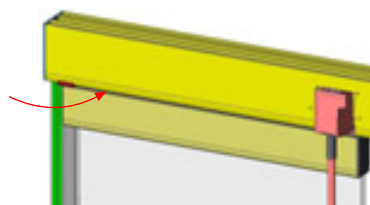

Figura 15 Girar 90° la patilla-bloqueo
- Deslizar la 1ª Hoja hasta el extremo/punto de apertura (1ª posición del contracicrrre) y asegurar girando la patilla de bloqueo 90° hacia el interior del perfil (figura 15).